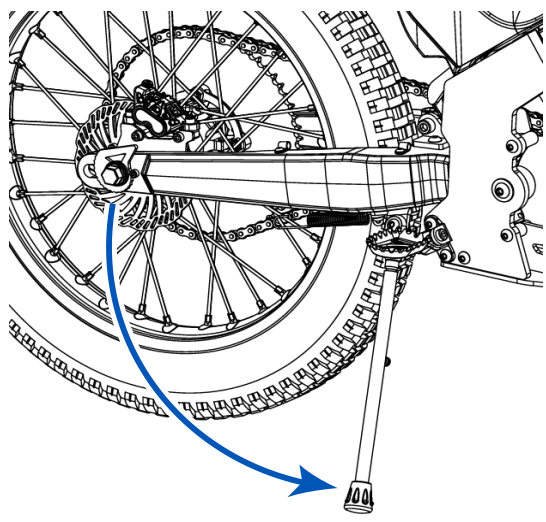
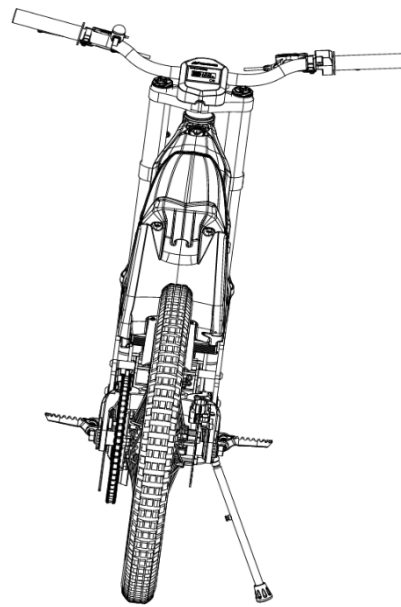

Fig. 13a
Fig. 13b
13. Una vez retirado el caballete central, debe colocar la motocicleta en posición vertical y bajar el caballete lateral plegable (Fig. 13a), para mantener la moto fija y evitar que se caiga (Fig. 13b). Debe asegurarse que la moto está ubicada en una superficie plana.